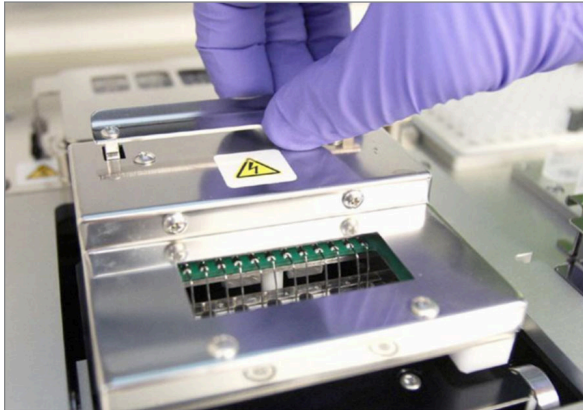

ABBILDUNG 5.29: Freigeben der Halterung nach Abschluss eines Laufs
19. Um die Halterung freizugeben, wenn der Lauf abgeschlossen ist, ziehen Sie den Hebel oben an der Vorrichtung mit dem Zeigefinger, wie in **ABBILDUNG 5.29** dargestellt, nach oben und nach vorne.